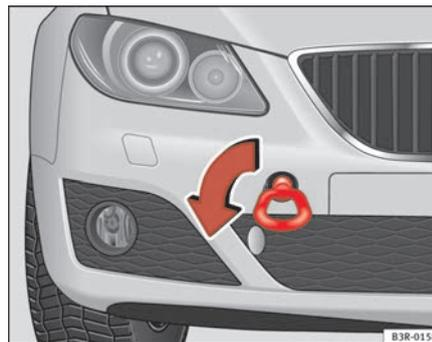

Fig. 238 Atornillado de la argolla de remolque en la parte delantera del vehículo
- Atornille la argolla hasta el tope hacia la *izquierda*, en el sentido que indica la flecha ⇒ fig. 238. ■